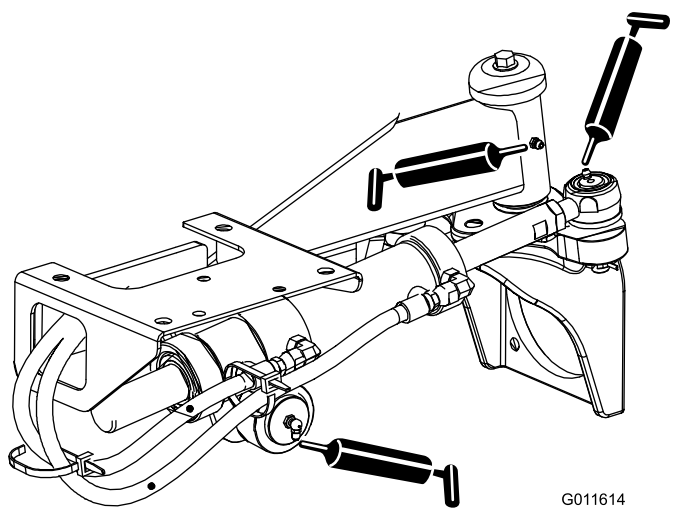

Рисунок 34
- Шаровые опоры гидроцилиндра рулевого управления (2 шт.) и задняя ось (1 шт.) —Рисунок 34